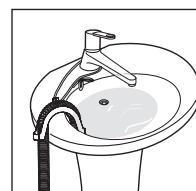

Figura 12
3.4.6 Pentru scurgerea apei direct în chiuvetă sau în baie furtunul mașinii trebuie să fie asigurat cu un suport de inflexiune special inclus în pachet, așa cum se arată în Figura 12. Furtunul nu trebuie scufundat în apă.